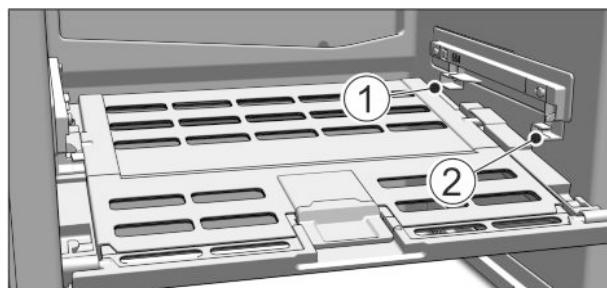

Fig. 15
► Mettre en place le couvercle du compartiment Fruit & Vegetable : Introduire les rainures du couvercle en bas dans le support arrière Fig. 15 (1) et les insérer dans le support Fig. 15 (2).